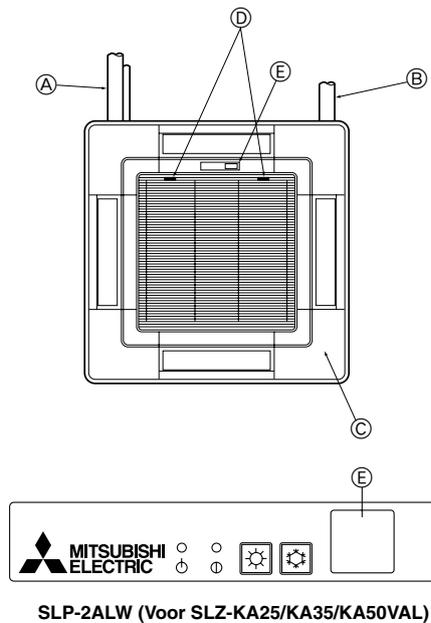

Fig. 8-11
8.5. Het inlaatrooster installeren (Fig. 8-11)